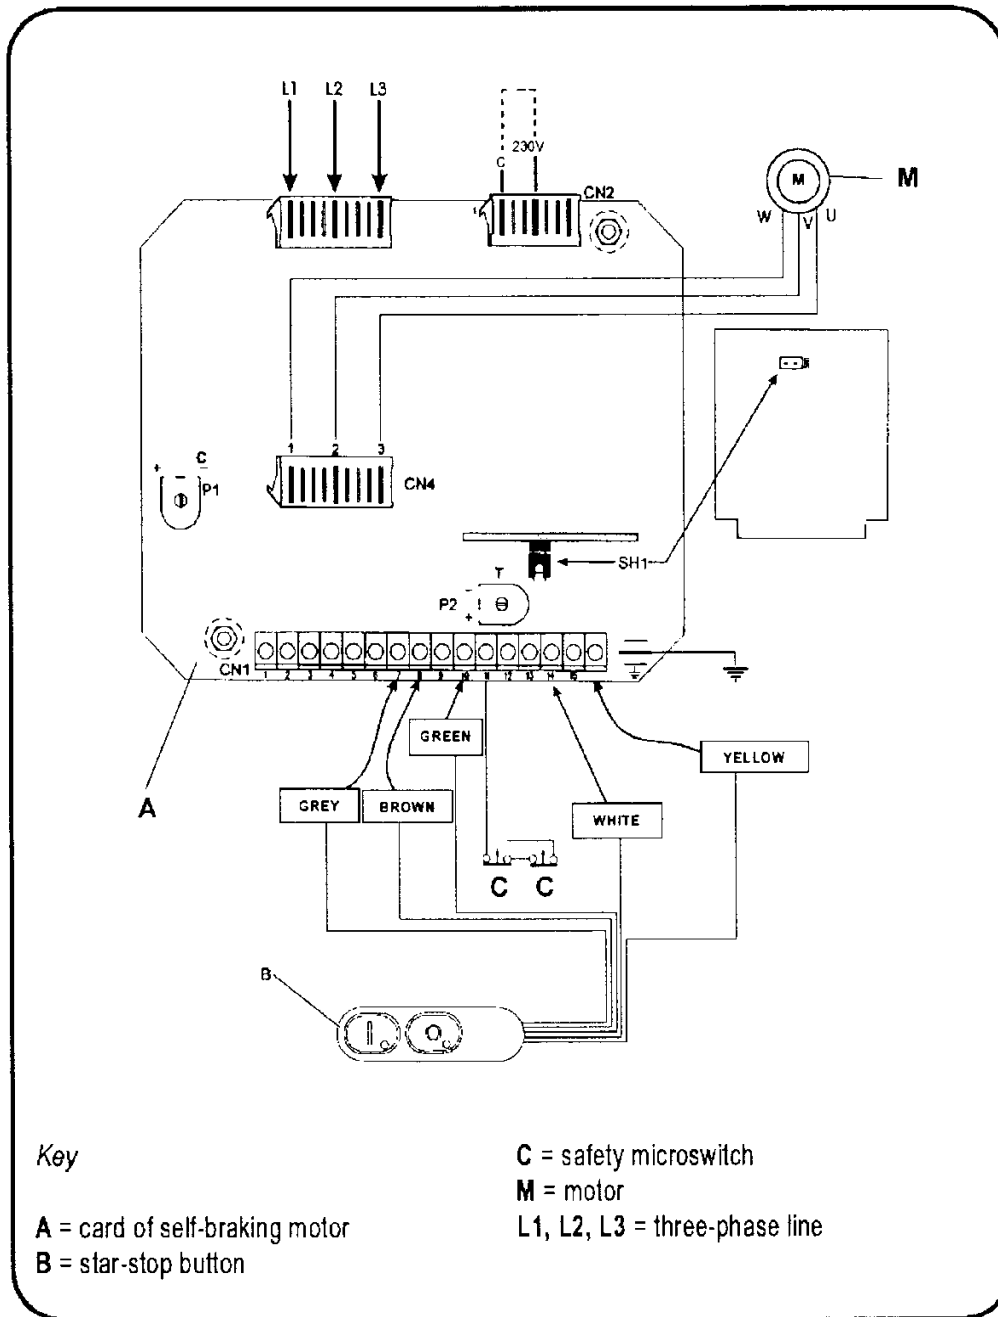

Рисунок 2.5.3
2.5.3 Трехфазная схема электрических соединений, 230 вольт (рис. 2.5.3)